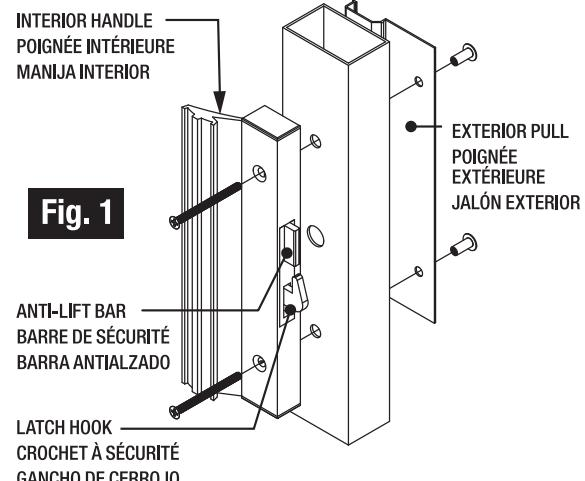

Fig. 1
**Step 3 - Latch hook should curve up. (Fig. 1) If hook curves up proceed to step 4. If hook curves down proceed to step 3a thru 3e.**
**Étape 3 - Le crochet du pêne doit être recourbé et pointer vers le haut. (Fig. 1) Si cela est le cas, passer à l'étape 4. Si le crochet est recourbé et pointe vers le bas, accomplir les opérations des étapes 3a à 3e.**
**Paso 3 - El gancho de cerrojo debe curvar hacia arriba (Fig. 1). Si el gancho está curvado hacia arriba, pase al Paso 4. Si el gancho está curvado hacia abajo, pase a los Pasos 3a hasta 3e inclusive.**